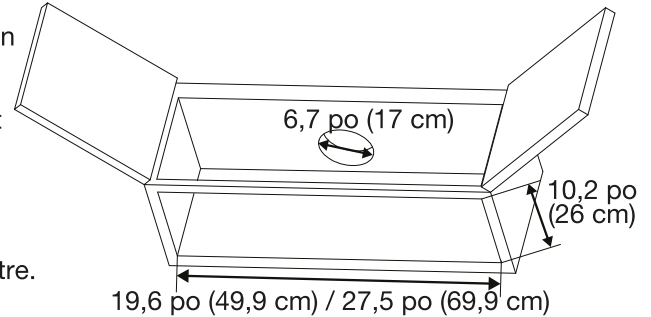

Figure 20
- Tracer un point ou percer un petit trou à la position de montage selon les mesures indiquées à la figure 20.